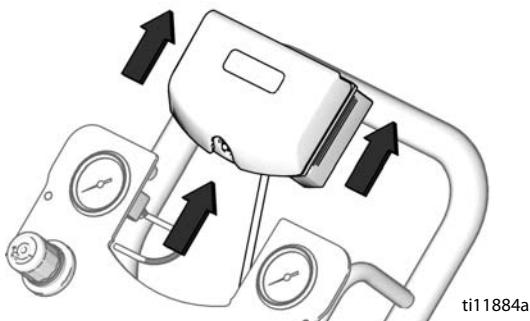

Рис. 12. Извлечение модуля DataTrak
3. Снимите модуль DataTrak с кронштейна. См. Рис. 12. Переместите модуль с прикрепленным кабелем в безопасное помещение.